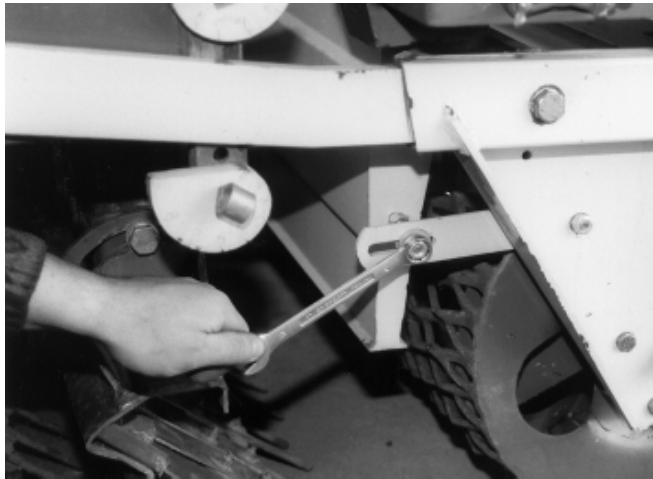

fig. 28
- Løsne de to mutterne M10 på begge sider av rennen (fig. 28)